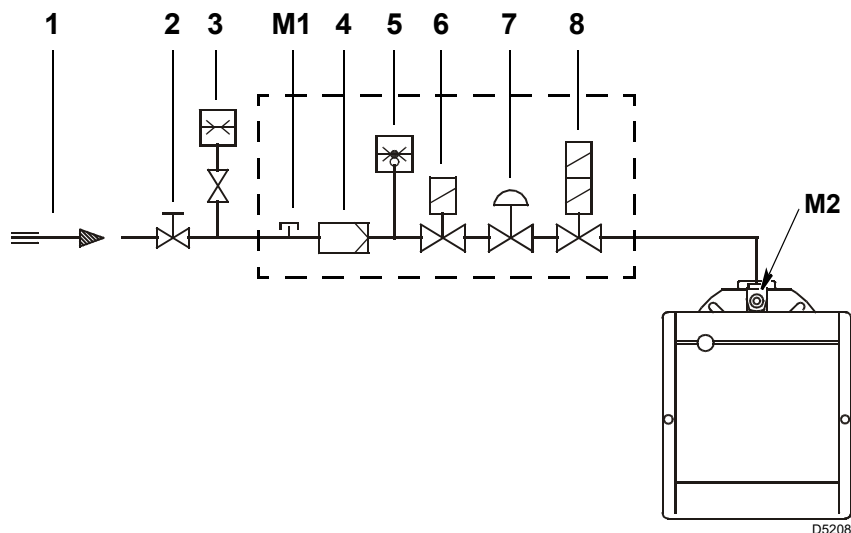

Abb. 17
Zeichenerklärung (Abb. 17)
Gasdruck, gemessen am Anschluss M2)(Abb. 17) unter folgenden Bedingungen:
- vom Gasdruck am Anschluss M2)(Abb. 17) den Druck in der Brennkammer abziehen.
Gasdruck am Anschluss M2)(Abb. 17) = 12,2 mbar
Um stattdessen den am Anschluss M2)(Abb. 17) notwendigen Gasdruck zu ermitteln, nachdem die höchste Modulationsleistung festgelegt wurde, bei der der Brenner arbeiten soll:
- Rechts, in Spalte 1, den Druck am Anschluss M2)(Abb. 17) ablesen.
Erforderlicher Druck am Anschluss M2)(Abb. 17).